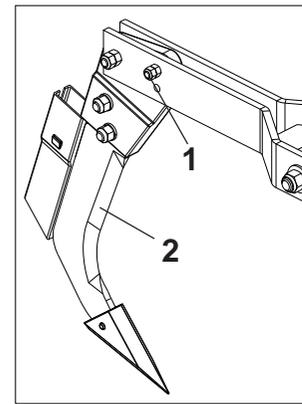

Figuras 33
2 - Para regulación de la distancia de la línea de abono con relación a la línea de semilla, quite el soporte del resorte, quite la varilla del resorte (6), suelte las tuercas (1), quite el soporte (2) que está entre las chapas (3), pase la misma hacia uno de los lados del soporte, ponga los bujes (4) entre las chapas del soporte y fije con los tornillos (5) arandelas y tuercas (1), según el detalle de las **Figuras 33**, enseguida recolocque la varilla del resorte (6), poniendo los bujes (7) del mismo lado en que fue desplazado el soporte, fijando con el perno (8) y traba (9).
3 - Observe el detalle de las **Figuras 33**.